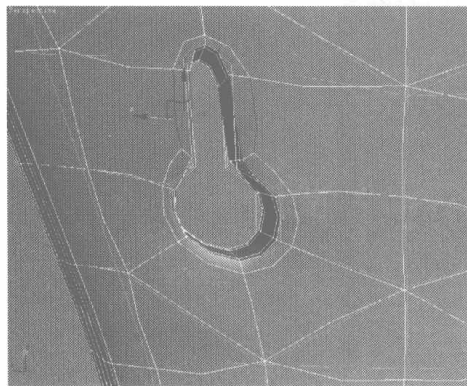
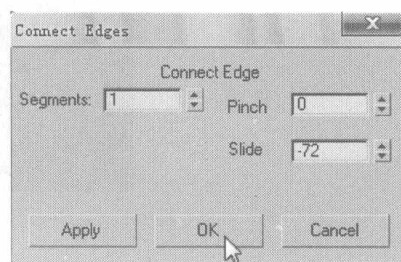
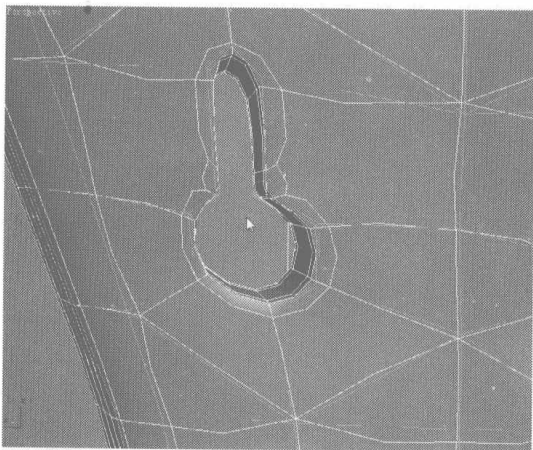
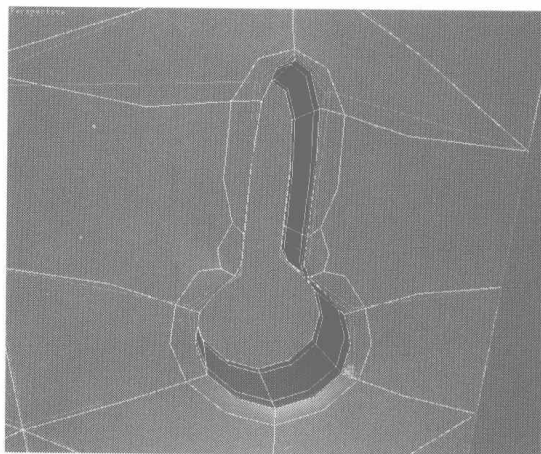

图 5.427
图 5.428
图 5.429
图 5.430
- 11** 选择如图 5.427 所示的曲线，单击 **Connect**  右边的小按钮，在弹出的对话框中设置如图 5.428 所示参数，模型显示如图 5.429 所示。在另一边也作相同的操作，结果如图 5.430 所示。